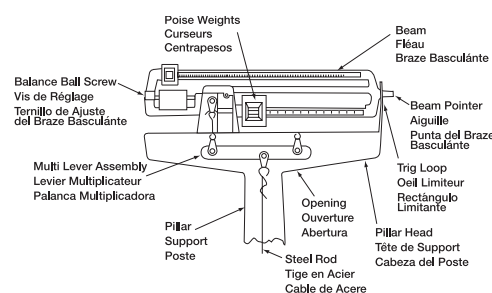

Fig. 3
- 2 Place both poise weights on zero (see Fig 3). The beam pointer should float gently up and down and not touch the top or bottom of the trig-loop. NOTE: If the beam pointer is not moving equally centered in the trig-loop opening, turn balance ball screw (See figure 3) to correct.
- 2 Faire glisser les deux curseurs sur zéro (voir Fig. 3). L'aiguille doit flotter verticalement et doucement sans entrer en contact avec la partie supérieure ou inférieure de l'oeil limiteur. REMARQUE: Si le flottement du fléau n'est pas centre dans l'ouverture de l'oeil limiteur, tourner la vis de réglage (voir Fig. 3)